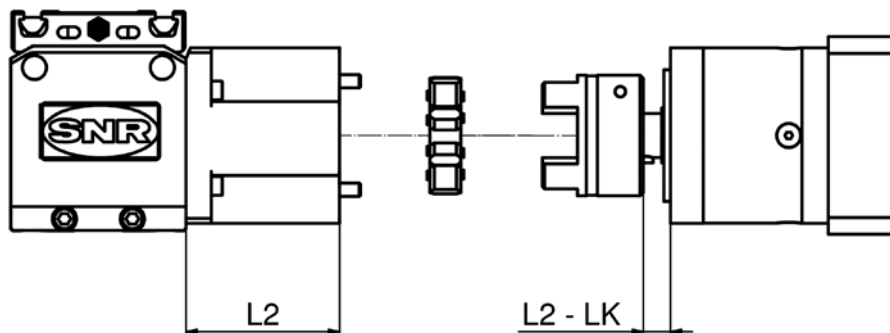

Bild 3.8 \_\_\_\_\_ Montagemaße
3. Diese Baugruppe auf die, mit dem Antriebskopf **6** verschraubte, Kupplungshälfte mit Elastomer – Zahnkranz aufstecken und mit den Schrauben **7** befestigen. Dabei die Maße LK und L2 (Bild 3.8) aus Tabelle 6.20 in Kapitel 6.2.3.2 berücksichtigen.